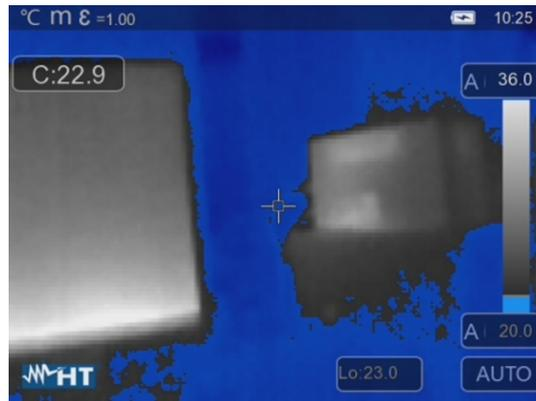

Fig. 41: Selección isoterma Alarm low Temp
7. Toque el rango “Lo” en la parte inferior del visualizador y utilice las teclas flecha < o > para configurar el valor del umbral de temperatura mínima por debajo de la cual el instrumento muestra los puntos de la imagen en color azul y en gris los restantes puntos (ver la Fig. 41)